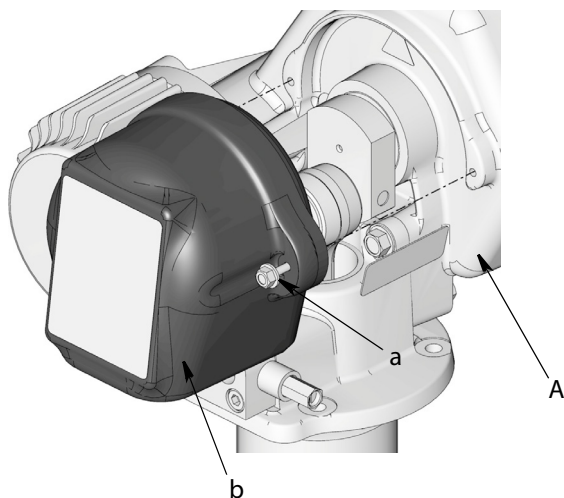

Рис. 3
1. Отсоедините насос Dyna-Star (A) от источника электропитания.
3. Выкрутите болты (a) и снимите крышку (b) с насоса Dyna-Star (A) (Рис. 3). Сохраните эти детали для последующей сборки.